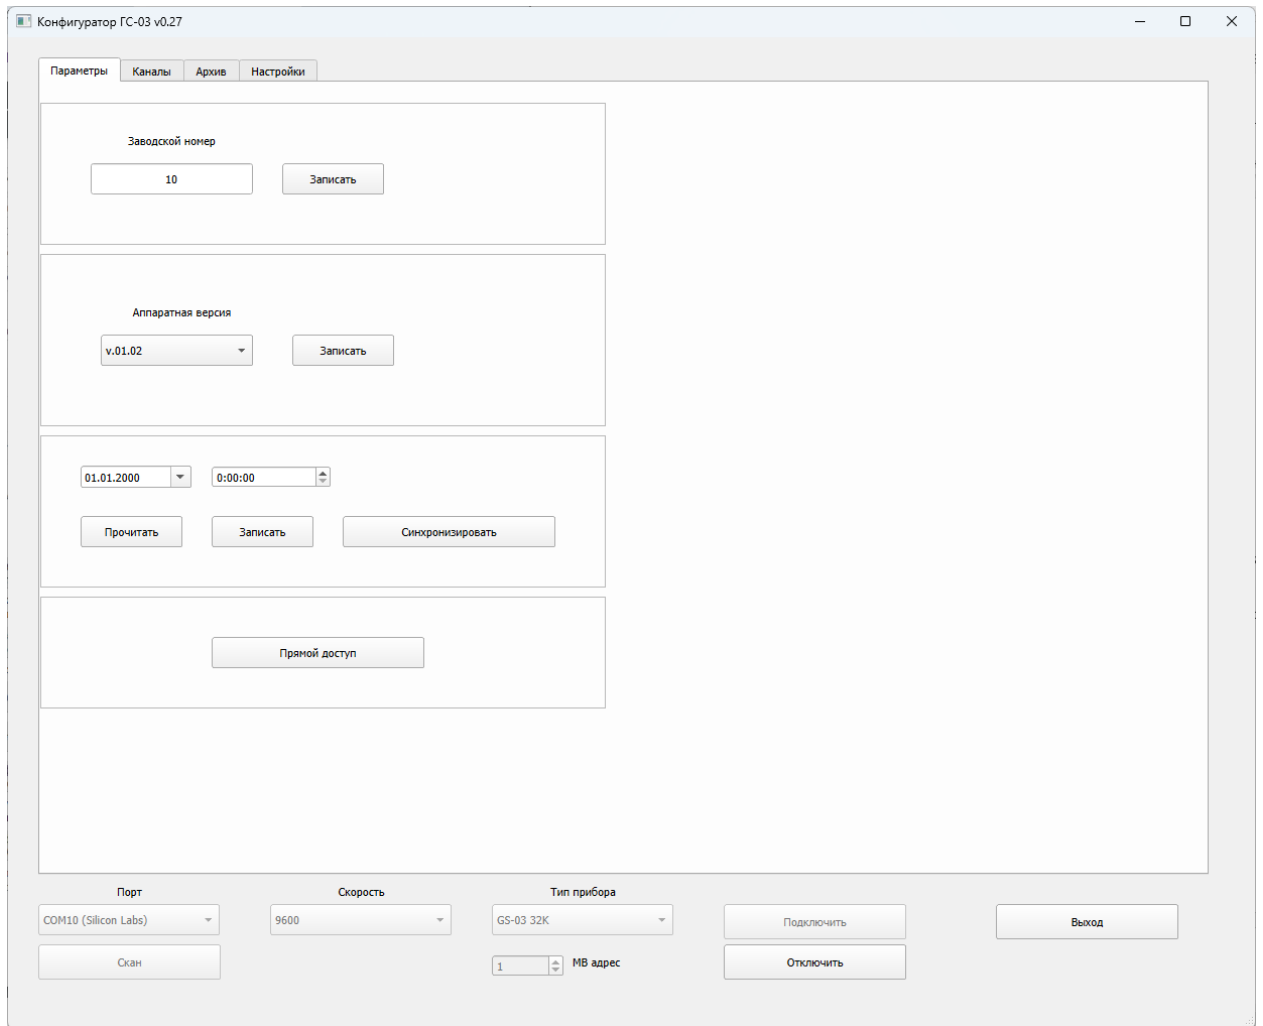

Рис.6 - Отображение кнопки подключить
5. При подключении кнопка «Подключить» измениться на не отображаемую кнопку, как показано на Рис.6.